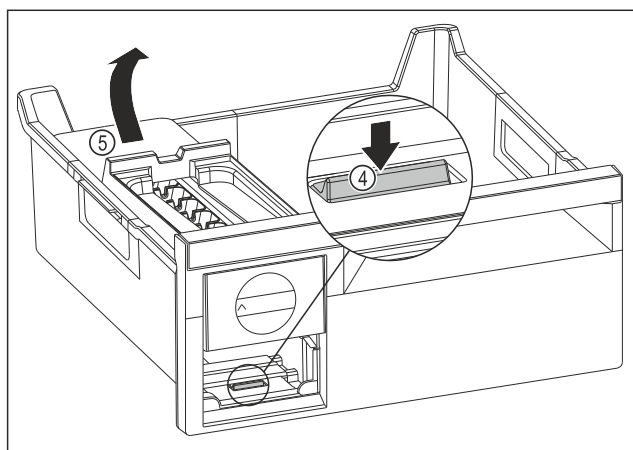

Fig. 106
- ▶ Estrarre il corpo dell'EasyTwist-Ice: Con un dito spingere la linguetta Fig. 106 (4) verso il basso e allo stesso tempo, con l'altra mano, sollevare il corpo dell' EasyTwist-Ice Fig. 106 (5) da dietro.